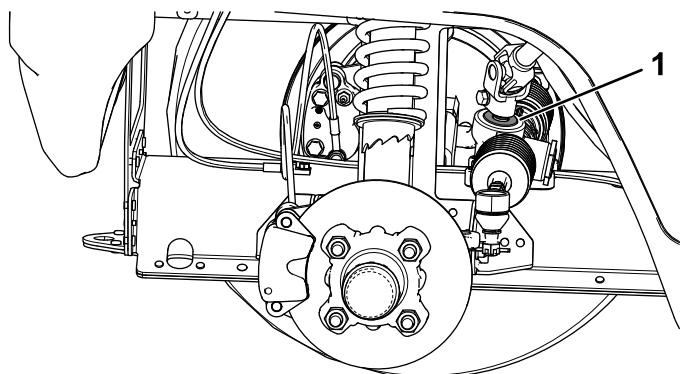

Figura 50
- **Importante: Inspeccione la condición y la integridad del retén del eje del piñón (Figura 50).**